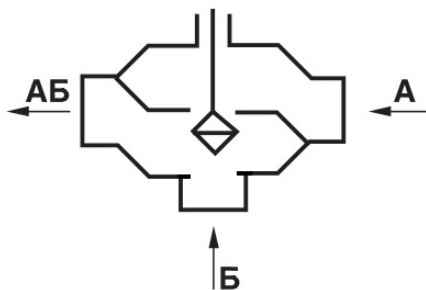
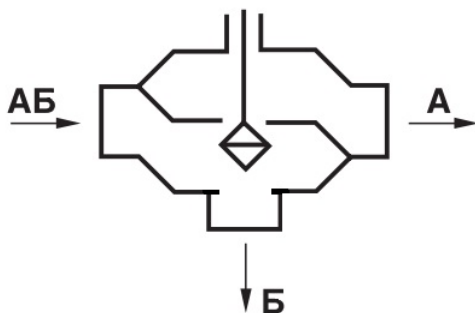

Рис. 5.1
Рис. 5.2
Клапан предназначен для регулирования (смешения или разделения) теплоносителей, холодоносителей и воздуха в системах отопления, охлаждения. Схемы работы показаны на рис. 5.1 и рис. 5.2.
- подать с управляющего устройства (регулятора) команду на открытие клапана, шток 3 (см. рис. 5.1) должен двигаться вверх;
- подать с управляющего устройства (регулятора) команду на закрытие клапана, шток 3 (см. рис. 5.1) должен двигаться вниз;